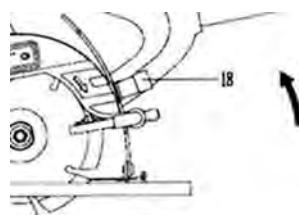

fig.1 - ajuste da profundidade de corte
Para ajustar a profundidade de corte (fig.1), solte a alavancada base (18) de acordo com o desejado.